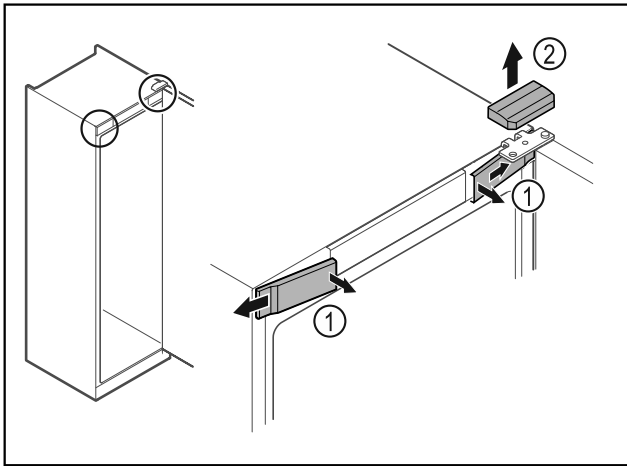

Fig. 11
- ▶ Desencajar las cubiertas delanteras Fig. 11 (1) del interior y dejarlas a un lado.
- ▶ Retirar hacia arriba la cubierta superior Fig. 11 (2).